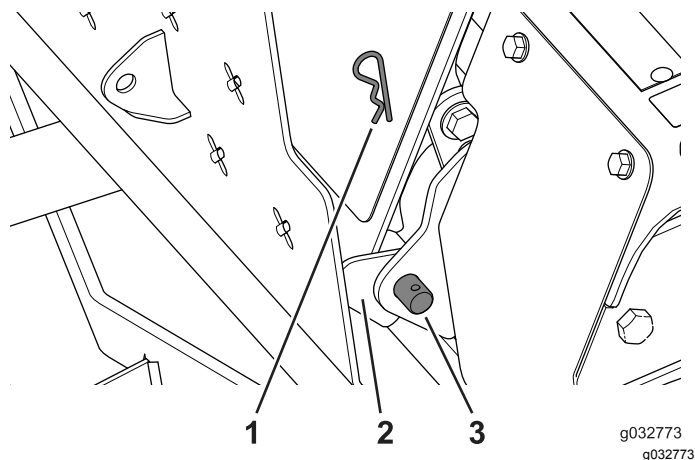

Figura 126
- Utilice el pasador de giro y la chaveta para sujetar la plataforma del operador, como se muestra en la Figura 126.